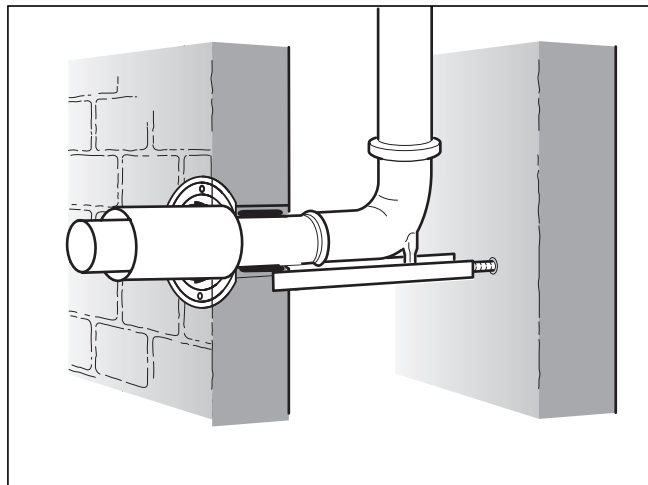

Abb. 4.22 Schachtanschluss für getrennte Luftzuführung
- Bereiten Sie den Anschluss durch die Schachtwand so vor, wie es die Betriebsweise "Rumluftabhängiger Betrieb" (siehe Kapitel 4.5.4) erfordert. Der Schachtanschluss muss so aussehen, wie in Abb. 4.22 dargestellt.